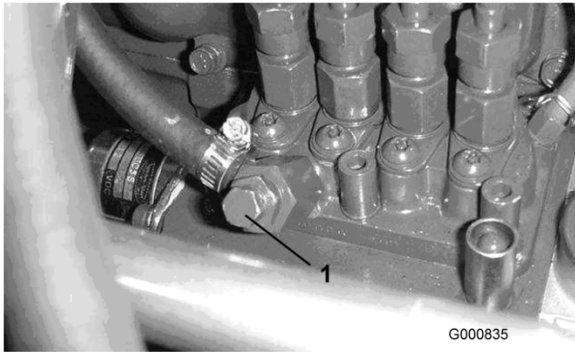

Figura 24
5. Desaperte o parafuso de purga que se encontra na bomba de injeção de combustível (Figura 24).